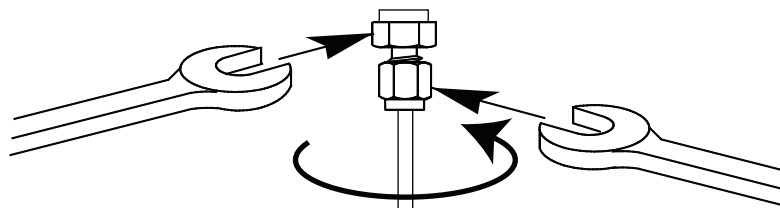

Abbildung 19. Endgültiges Anziehen
- 7 Verwenden Sie für 1/8-Zoll-Swagelok-Fittings zwei Gabelschlüssel, um das Fitting mit einer 3/4-Drehung anzuziehen. Siehe Abbildung 19.